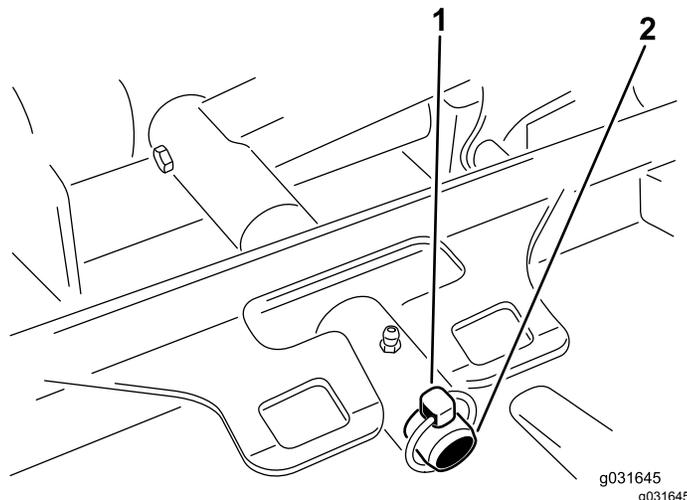

Bild 68
3. Entfernen Sie den Klappstecker oder die Befestigungsmutter, mit der der Mähwerkträgerrahmen am Hubarm-Lagerbolzen befestigt ist (Bild 68).
3. Schieben Sie den Mähwerkträgerrahmen auf den Lagerbolzen des Hubarms und befestigen Sie ihn mit dem Klappstecker oder der Befestigungsmutter (Bild 68).